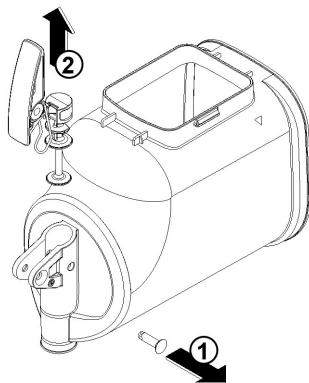

figure 8
indiquée (voir figure 8).
- 3** Remonter le robinet sur la cuve en effectuant les opérations de la Figure 8 en sens inverse par rapport au montage (voir figure 8).